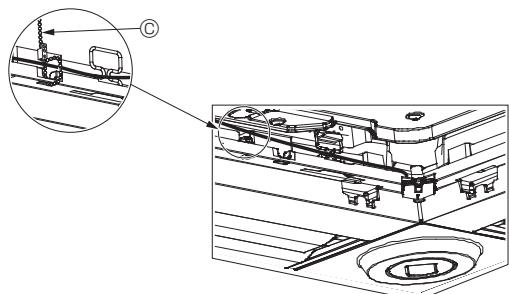

Fig. 10-12
- Segure os fios do i-see Sensor e do recetor de sinais no painel com a presilha tal como exibido no diagrama de modo a que não existam folgas e, em seguida, corte o excesso da presilha. (Fig. 10-12)
- Se a posição do i-see Sensor tiver sido alterada da posição “○” (E) para a posição “□” (F), altere as definições da função. (Consulte a página 13.)